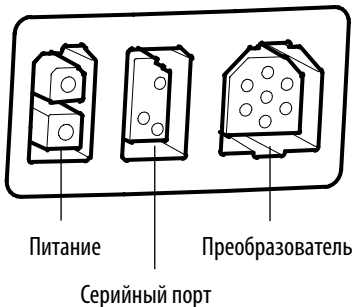

Рис.8
1. Проверив соответствие вилок кабелей розеткам, вставьте сетевой кабель и кабель датчика в соответствующие разъемы на контрольной панели. (Рисунок 8)